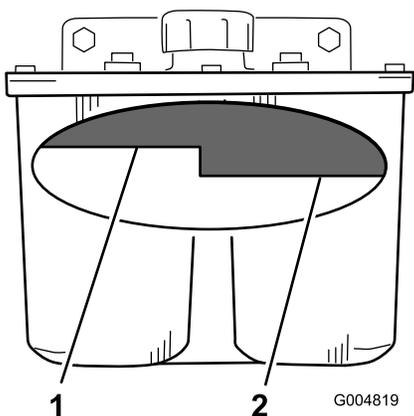

Рисунок 94
3. Очистите зону вокруг заливной горловины и крышки гидравлического бака (Рисунок 94).
4. Снимите крышку с заливной горловины и посмотрите внутрь, чтобы проверить наличие жидкости в баке (Рисунок 94).
**Примечание:** Когда жидкость прогрета, ее уровень должен доходить до отметки горячей рабочей жидкости на перегородке (Рисунок 94).